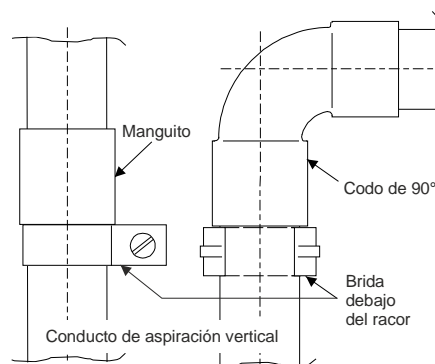

Fig. 22 Conducto de aspiración vertical
- Si el conducto de aspiración o algunos de sus elementos se colocan en vertical (p. ej., en una línea ascendente o en almacenes con estanterías elevadas), debe garantizarse que los tubos no puedan deslizarse hacia abajo (colocar bridas justo debajo de los racores según la **Fig. 22**).